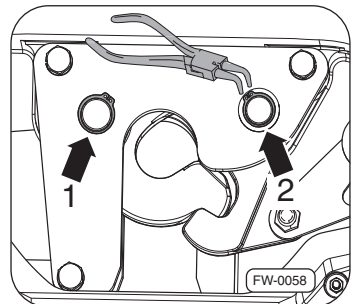

Abb. 37 · Sicherungsringe anbringen
3. Die Sicherungsringe ⇒ Abb. 37, –Pfeil 1- und –Pfeil 2- anbringen und sichern.